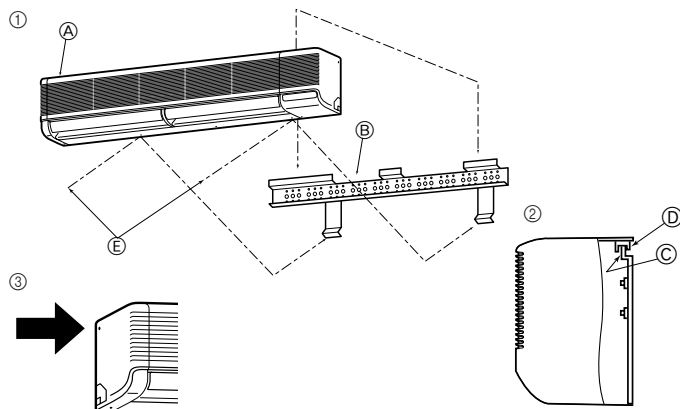

Fig. 3-11
3.4. Montaje de la unidad interior (Fig. 3-11)